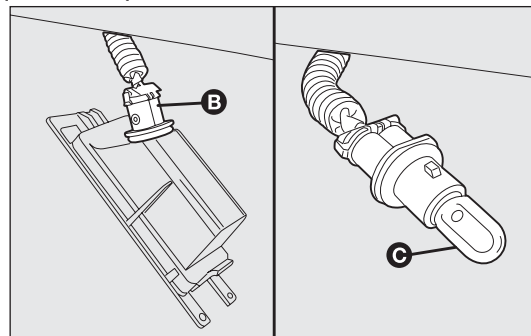

fig. 161
- gire el portalámpara B-fig. 161 hacia la izquierda, la continuación, extraiga la lámpara C.